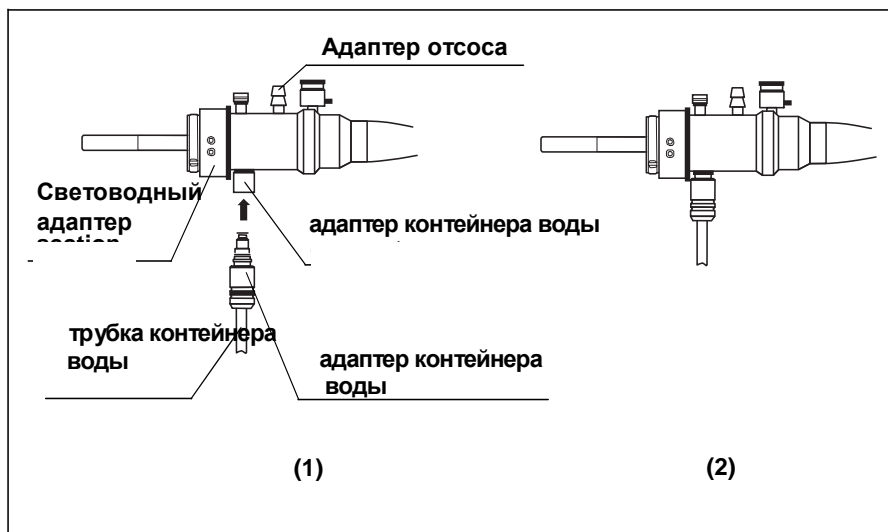

Рис. 3.25
3. Подключите адаптер контейнера воды к контейнеру воды, как указано на Рис. 3.25 (1) - (2).